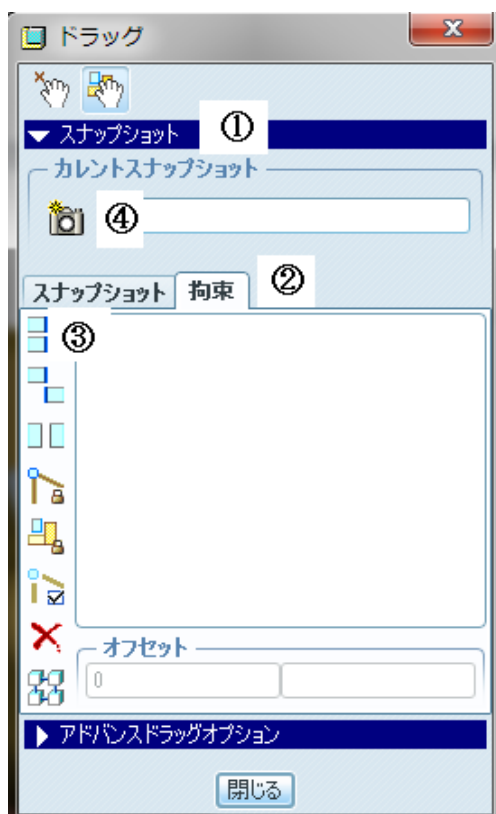
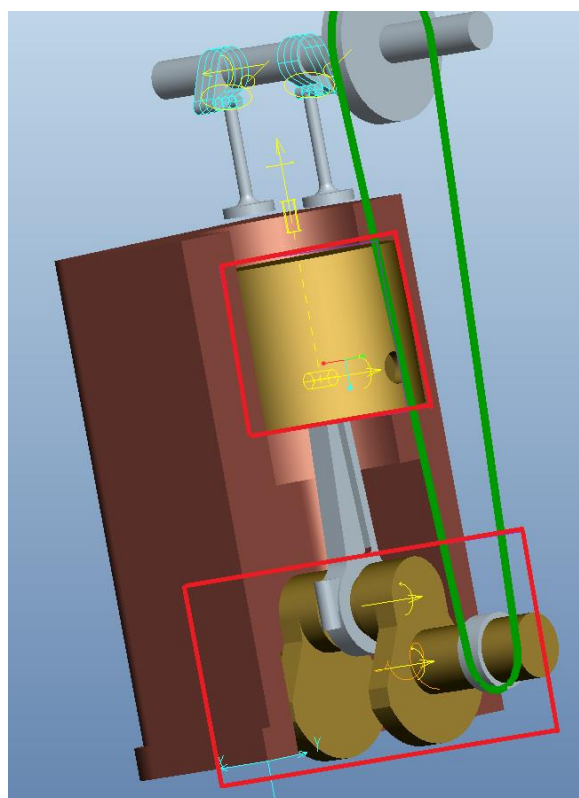

図 31 初期位置の設定
図 32 一致指定された二つの平面
「構成部品をドラッグ」ボタンをクリックする。クランクシャフトを回転させピストンがほぼ真上（上死点）にあるように調整する。次にダイアログボックス内の「スナップショット」をクリック（図 31 の①部）するとダイアログボックスが拡張する。に拡張されたダイアログボックスの「拘束」タブをクリックする（図 31 の②部）。現れたアイコンの中より「二つのエンティティを整列」アイコンをクリックする（図 31 の③部）。続けて crank shaft の RIGHT 面と piston の RIGHT 面をクリックする（図 32 の赤で囲まれた平面）。二つの面が一致するように部品が再配置され、ピストンが最上部の位置となる。初
次にカメラのアイコンをクリックすると（図 31 の④部）初期状態としてその位置が記録される。